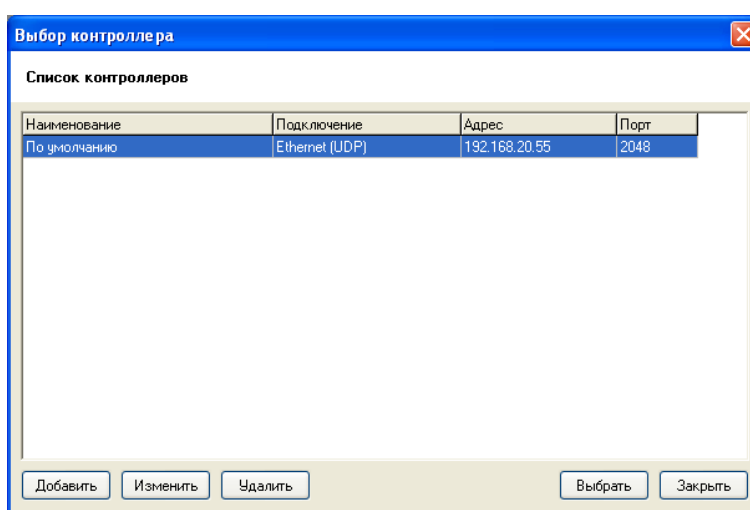

Рисунок 28
- 5) Выберите пункт меню "Контроллер/Получить конфигурацию из контроллера". Откроется окно "Выбор контроллера" (см. Рисунок 28).